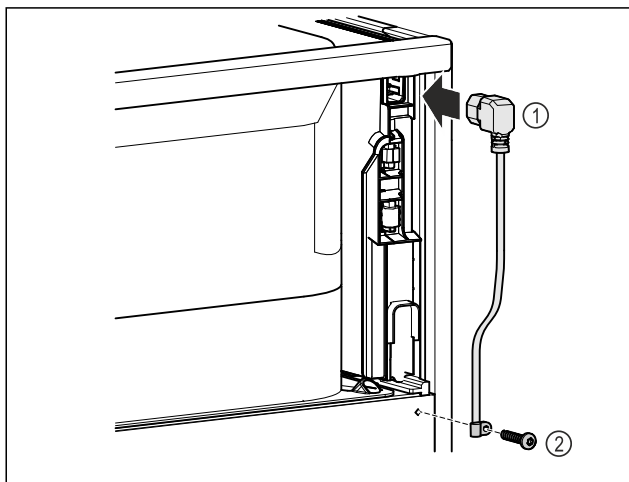

Fig. 43
- Inserire la presa del frigorifero del cavo di alimentazione Fig. 43 (1) sul retro dell'apparecchiatura.
- Montare il serracavo Fig. 43 (2)